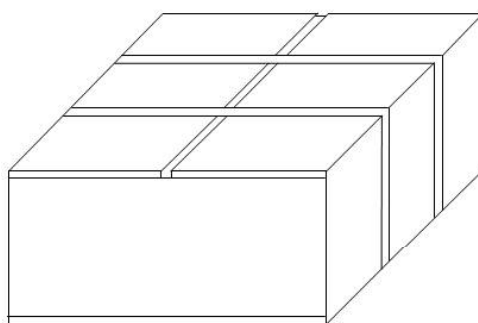

Fig. 3-7 Embalaje módulos de poder
1. La caja de embalaje debe ser colocada en la plataforma sin ningún problema, como se muestra en la Fig.3-7.